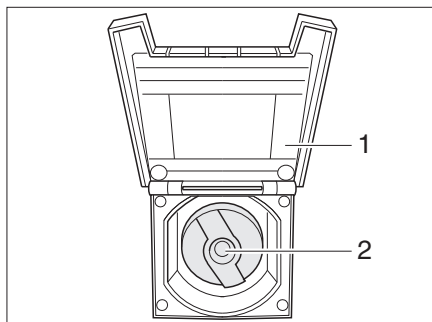

Fig. 152 Tapa de cierre para el tubo de llenado de agua potable
- Abrir la tapa de cierre (Fig. 152,1) para el tubo de llenado de agua potable.
- Introducir la llave en el cilindro de cierre (Fig. 152,2) y girarla un cuarto de vuelta en sentido contrario a las agujas del reloj.
- Cerrar la tapa de cierre (Fig. 152,1).
- Abrir el tubo de llenado de agua potable (Fig. 152).